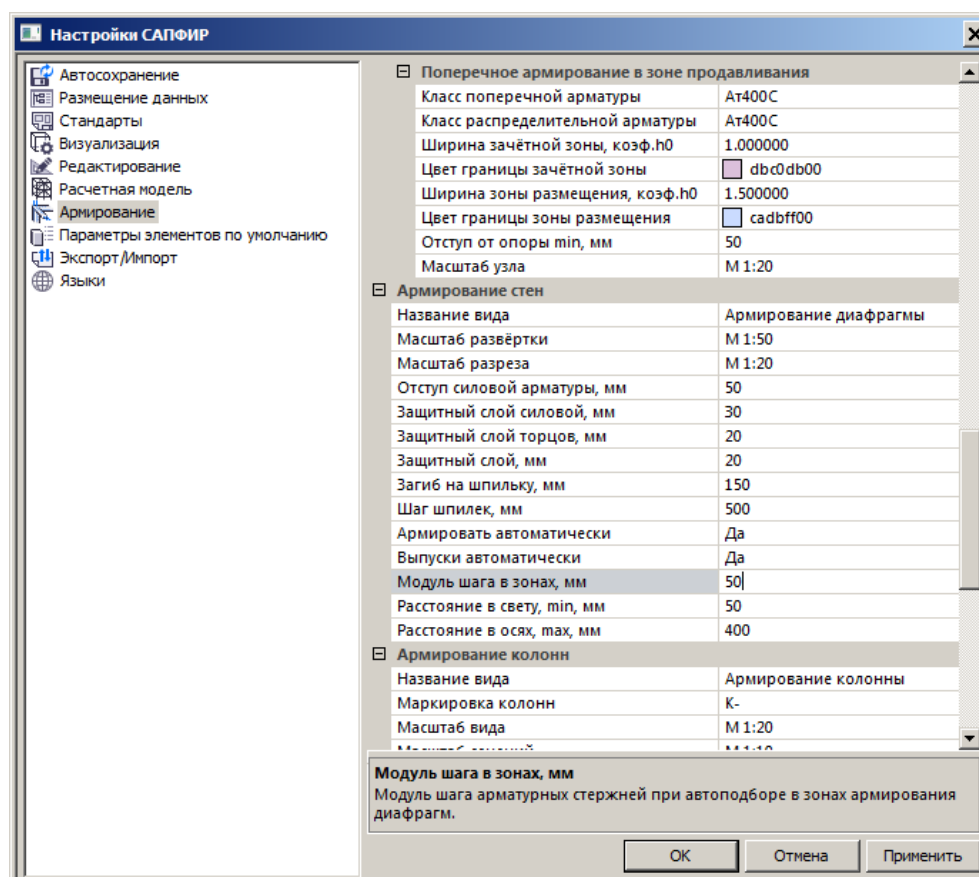

Рис.8.16. Диалоговое окно Настройки САПФИР
- Вызовите диалоговое окно **Настройки САПФИР** (рис.8.16) щелчком по кнопке  - **Настройки** (панель **Настройки** на вкладке **Виды**).